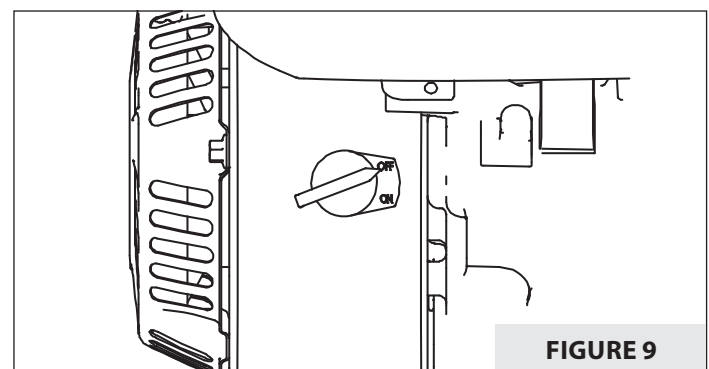

FIGURE 9
2. Mettre l'interrupteur ON/OFF (marche/arrêt) en position **OFF**. **VOIR FIGURE 9.**